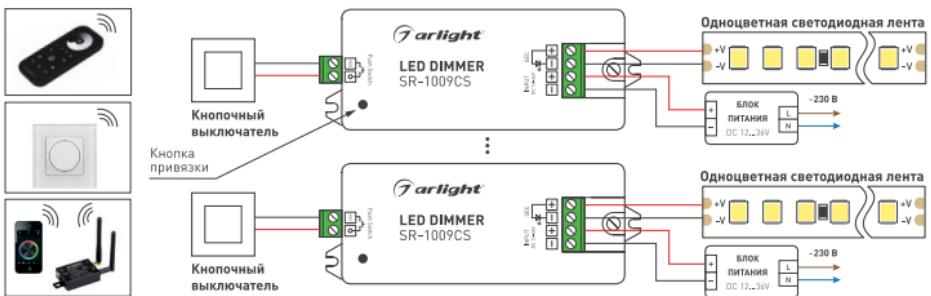

Рис. 1. Схема подключения.
- Подключите светодиодную ленту или другой светоизодный источник света к выходу диммера SEC, как показано на Рис. 1. Соблюдайте полярность подключения.